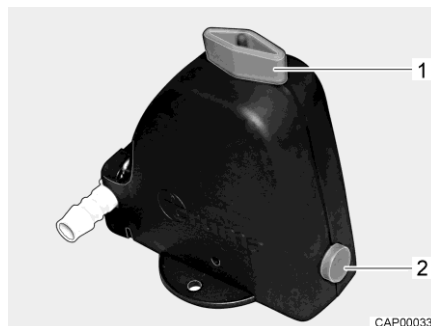

Bild 261 Sicherheits-/Ablassventil (Truma)
- Das Sicherheits-/Ablassventil (Truma) öffnen. Dazu den Drehknopf (Bild 261,1) längs zum Sicherheits-/Ablassventil drehen. Der Druckknopf (Bild 261,2) springt heraus.